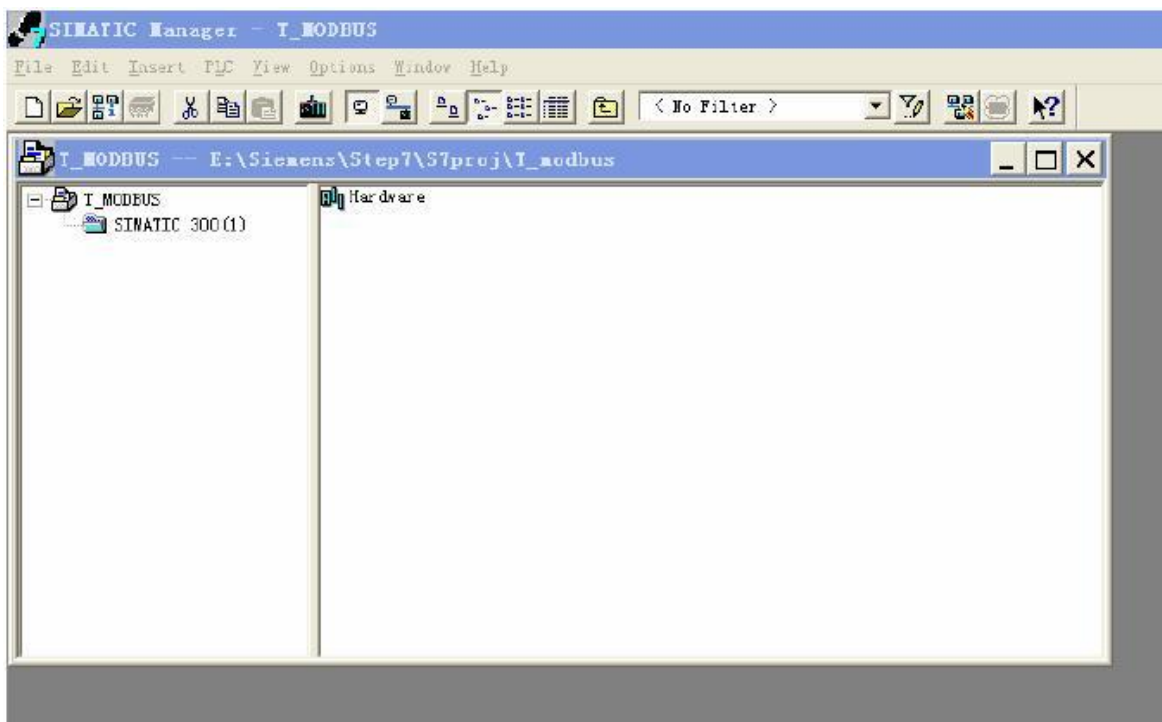

图 4
4. 打开 S7 PLC 硬件设置 SIMATIC 300(1) → Hardware, 双击, 如图 4: